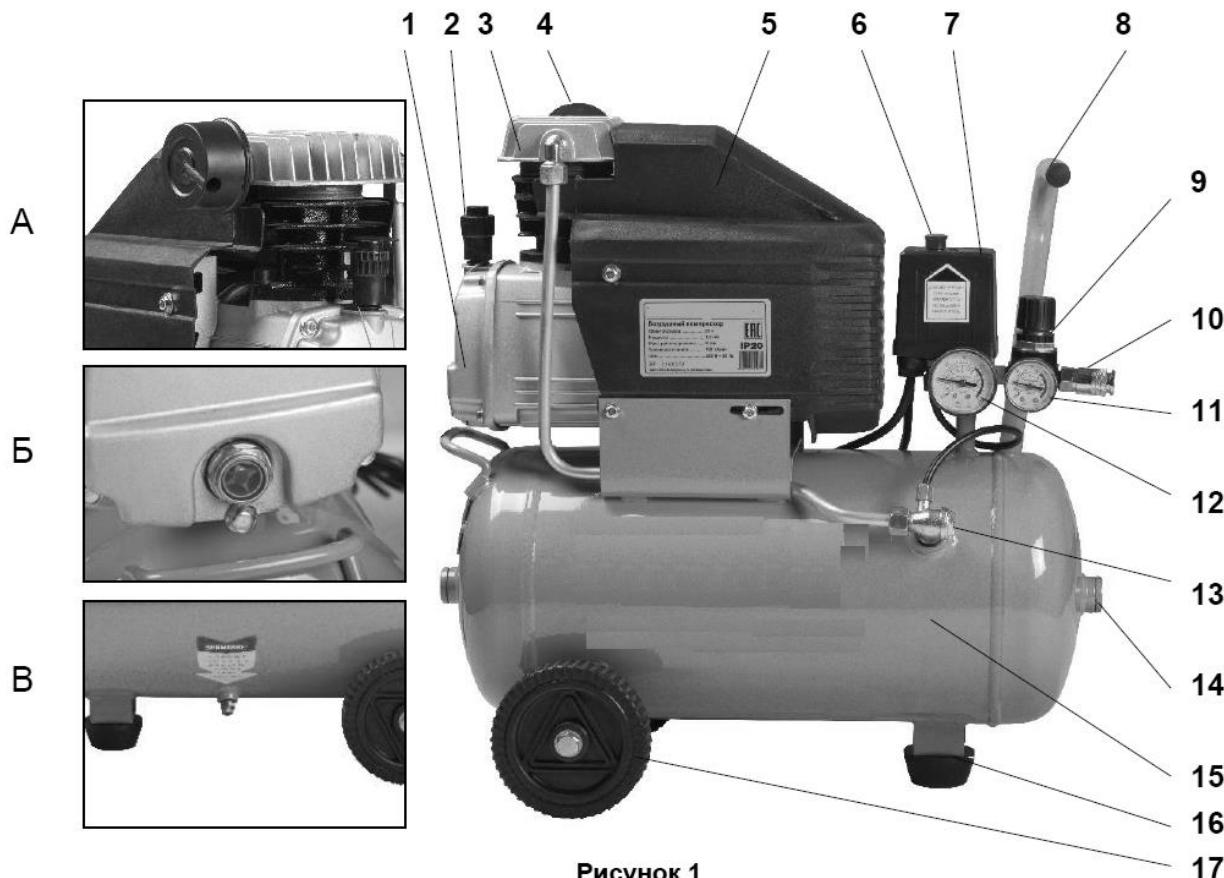

Рисунок 1
Проверьте уровень масла. Он должен быть на уровне "красной точки" контрольного глазка (см. рисунок 1 Б) или чуть выше него. При необходимости долейте масла, отвинтив сапун 2 (см. рисунок 1) на крышке картера. Помните, что после первых 10
Убедитесь, что на компрессоре установлено защитное ограждение 5, и переключатель 6 находится в выключенном положении (см. рис.1).
После завершения вышеперечисленных операций компрессор готов к эксплуатации. Проверьте, чтобы переключатель 6 (см. рисунок 1) находился в положении «OFF».
При первом запуске компрессора, оставьте его поработать на время приблизительно 5 минут с полностью открытыми кранами выпуска воздуха. По истечении этого времени, закройте кран и проверьте, чтобы компрессор нагнетал воздух в ресивер 15 (рисунок 1) и останавливался автоматически по достижении максимального давления, указанного на компрессоре, а также на индикаторе манометра.
После первых 10 часов и каждого 3 месяца работы компрессора проверьте и при необходимости подтяните винты головок цилиндров компрессорной группы 3 (см. рис. 1). В результате теплового расширения металла цилиндров компрессора затяжка винтов может быть ослаблена. Для предотвращения срыва витков резьбы в цилиндрах компрессора, при затягивании винтов не прилагайте чрезмерного усилия.
**ВНИМАНИЕ!** Реле давления (прессостат) 7 (рис. 1) отрегулировано изготовителем, и не должно подвергаться регулировкам со стороны пользователя.
При помощи регулятора давления 9 (рисунок 1), установите требуемое значение: при повороте ручки по часовой стрелке давление увеличивается, при повороте против часовой стрелки – уменьшается.
Значение давления указано на манометр 11 (рисунок 1).
Для быстрого и полного слива масла из картера 1 (см. рисунок 1), смену масла проводите пока компрессор не остыл.